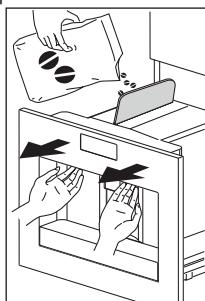

Fig. 14
- Extraiga el aparato tirando de las manijas (Fig. 14). Abra la tapa, llene el recipiente con granos de café y, después, cierre la tapa e introduzca el aparato.